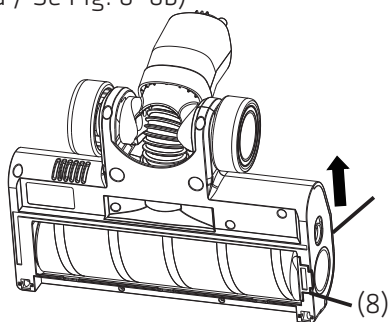
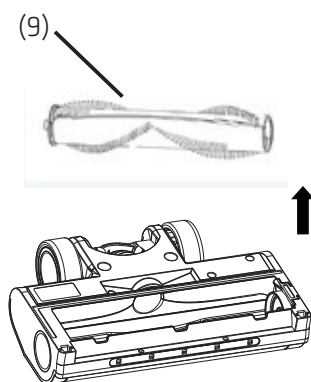

Fig. 6-6a
Fig. 6-6b
6) Hvis det er hår i gulvbørsten, trykker du utløserknappen (8) på siden av gulvbørsten og trykker deretter rullebørstens utløserklaff (7) som vist nedenfor for å åpne rullebørstedekselet, så tar du ut rullebørsten (9). (Se Fig. 6-6a / Se Fig. 6-6b)